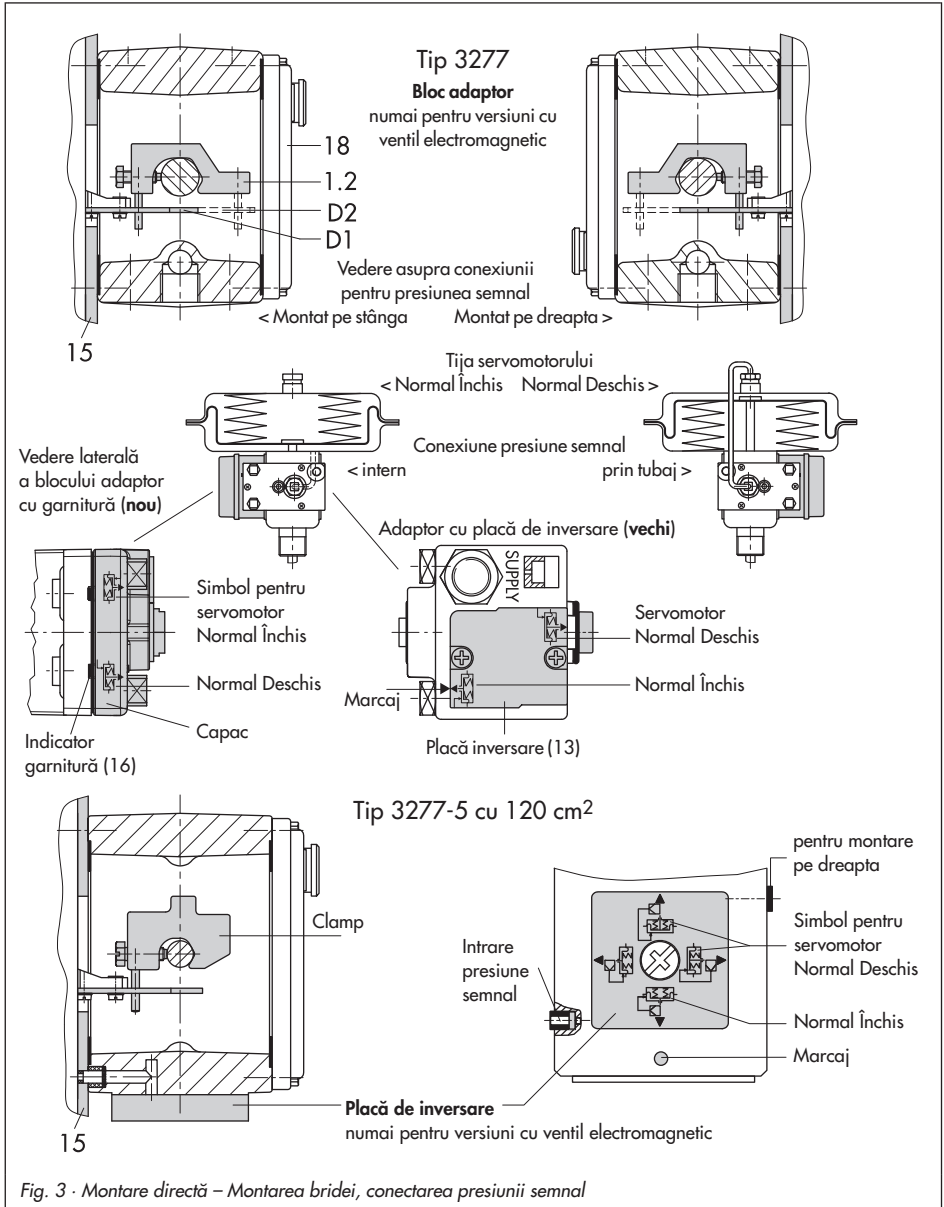

Fig. 3 - Montare directă - Montarea bridei, conectarea presiunii semnal
1. Asigurați-vă că indicația prezentă pe garnitura (16) privind dinspre fața laterală a blocului adaptor (Fig. 3, mijloc) este poziționată astfel încât să coincidă cu simbolul funcției de siguranță a servomotorului "Normal Închis" sau "Normal Deschis". Dacă acest lucru nu se realizează, demontați cele trei suruburi de fixare și capacul adaptorului. Repoziționați garnitura (16) prin rotirea ei cu 180°. La versiunile mai vechi de bloc adaptor este necesar ca placa de comutare (13) să fie întoarsă astfel încât marcajul să corespundă tipului de servomotor.